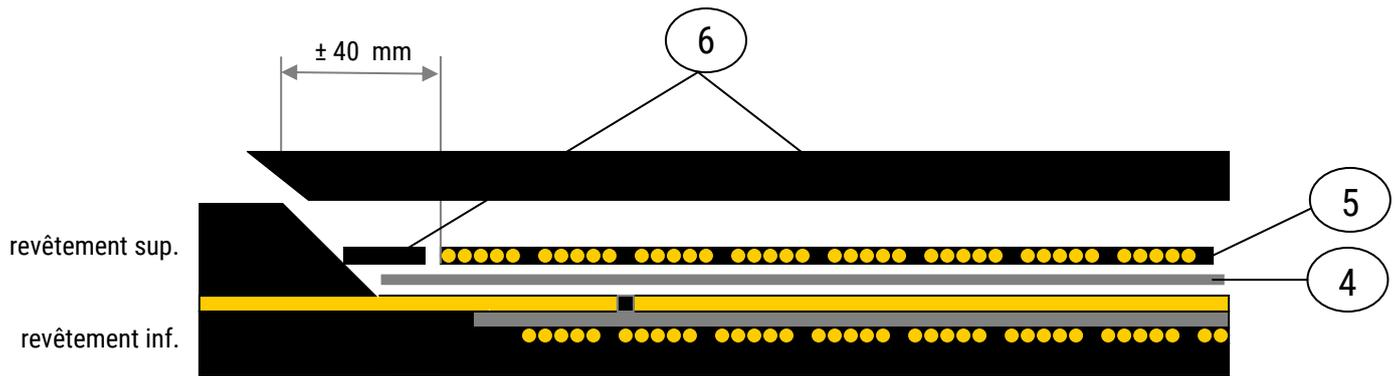

Figure 4. Assemblage du revêtement supérieur
- gomme de revêtement: Duncover (6)
- gomme de liaison: Dunlofol (4)
- Couvrir la jonction avec Dunlofol (voir fig. 4 no.4) **Remarque** : Le Dunlofol ne doit pas toucher le revêtement d'origine.
- Mettre les languettes de câbles métalliques transversalement sur le Dunlofol (voir fig. 4). La longueur des languettes doit être égale à la largeur de la carcasse métallique de la bande. L'espace autour des languettes doit être rempli avec du Duncover.